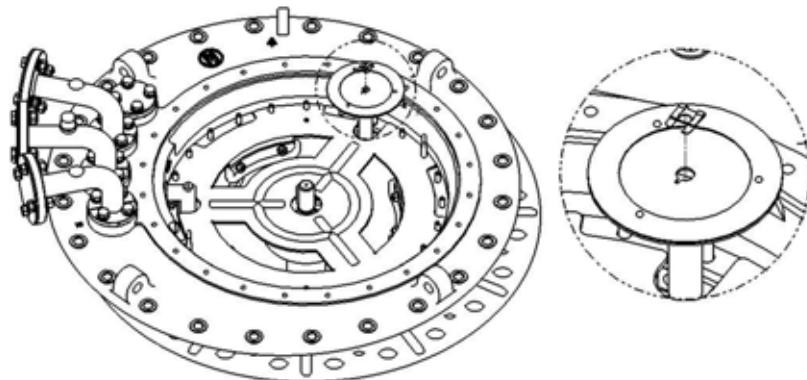

Рисунок 22 Снятие диска указателя положения
- 4) Снять диск указателя положения, демонтировав с конца вала фиксатор (Рисунок 22).